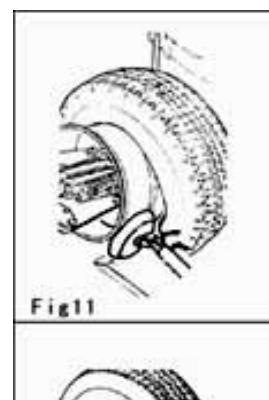

Fig 11
- (7) Вращайте колесо против часовой стрелки, чтобы полностью снять внешний борт шины с колеса (рис. 11).